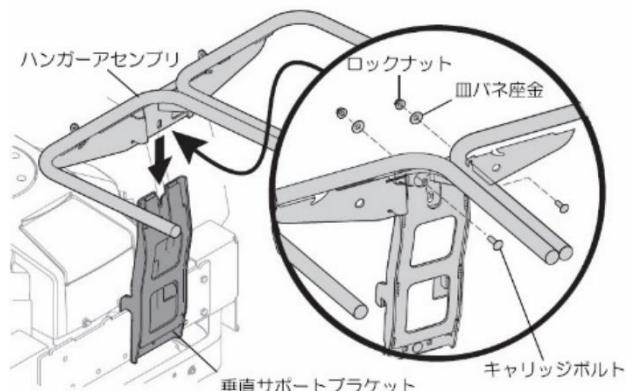

図7
- ハンガーアセンブリを垂直サポートブラケットに差し込んで固定します。図7を参照してください。下記の部品でしっかりと締め付けてください。